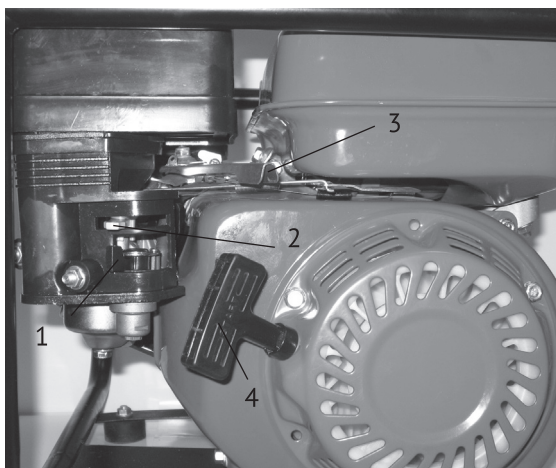

рис. 5
6.4.2 Откройте топливный кран (рис.5 поз.1) - крайне правое положение.
6.4.3 Переведите рычаг управления воздушной заслонкой (рис.5 поз.2) до упора в крайне левое положение «Закрыто» при пуске холодного двигателя и в промежуточное при пуске прогретого двигателя.
6.4.4 Установите рычаг регулировки дроссельной заслонкой (рис.5 поз.3) в центральное положение между положением «Минимально» и «Максимально».
6.4.5 Резко с интенсивным усилием потяните трос стартера (рис.5 поз.4) до упора, повторите действие ещё раз при необходимости. Если двигатель не запускается, следует изменить положение рычага воздушной заслонки (рис.5 поз.2), открывая её тем больше, чем выше температура двигателя и окружающего воздуха.
6.4.6 После прогрева двигателя в течение 10-40 секунд, в зависимости от начальной температуры, переведите рычаг воздушной заслонки (рис.5 поз.2) в крайне правое положение «Открыто», и рычаг регулировки дроссельной заслонкой (рис.5 поз.3) в крайне левое положение «Минимально», если при этом двигатель работает неустойчиво вернуть рычаг воздушной заслонки в прежнее положение и обеспечить завершение прогрева двигателя.
6.5.1 Установите рычаг регулировки дроссельной заслонкой (рис.5 поз.3) в крайне левое положение «Минимально».
6.5.3 Закройте топливный кран (рис.5 поз.1) - крайне левое положение.